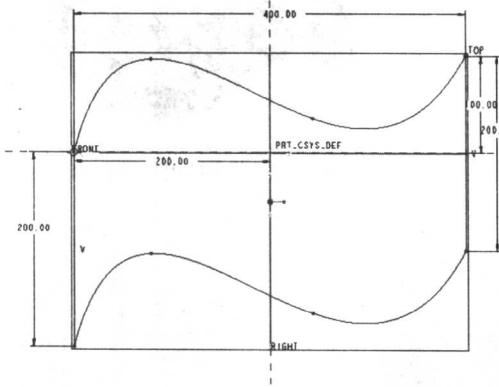
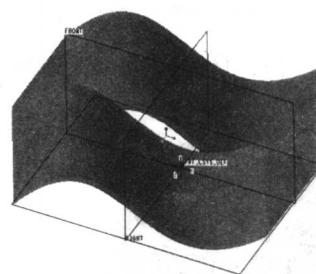

图 2-9 绘制的截面
图 2-10 拉伸曲面预览图
(3) 绘制如图 2-9 所示的截面，单击草绘命令工具栏中的  按钮，系统回到零件设计模式。
(4) 在拉伸曲面特征面板中  按钮后面的一栏中，输入拉伸值“200”。
(5) 单击预览按钮 ，拉伸曲面如图 2-10 所示。此时  按钮变成  按钮。